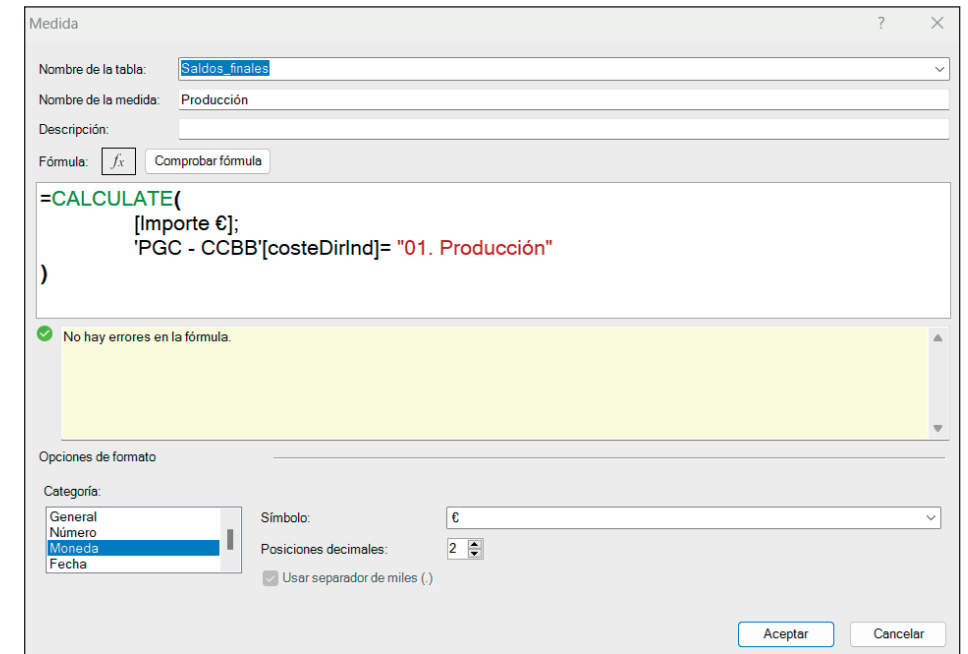

Figura 11.25. Debemos extremar el cuidado con las posibles confusiones en paréntesis, corchetes, comillas, punto y coma, etc.
- El código es el que podemos ver en la figura 11.25.